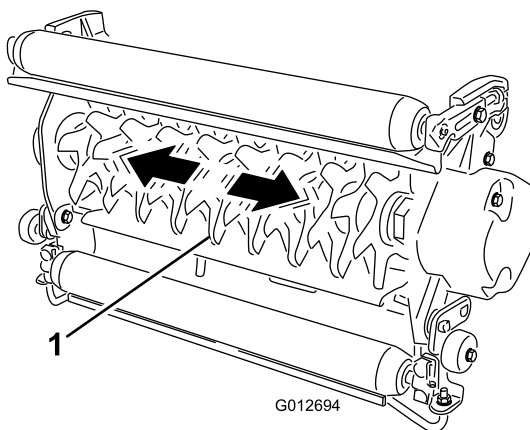

Figura 9
1. Sujete el eje del molinete e intente mover el conjunto del molinete de un lado a otro (Figura 9).